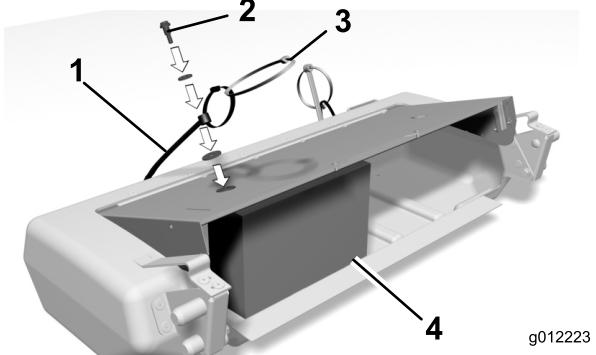

Figura 12
1. Rimuovete le rondelle e i dadi forniti in dotazione e situati sui bulloni a staffa (Figura 12).
2. Utilizzando le fascette per cavi sulle cinghie come maniglie, tirate ciascuna cinghia fino a quando può essere fissata alla parte superiore del cesto con (2) rondelle e un dado di bloccaggio (Figura 12). Posizionate una rondella su ogni lato della parte superiore del cesto.
Nota: Per facilitare l'installazione delle cinghie, posizionate un blocco di legno da 8 x 4 poll. (Figura 12) all'interno del cesto per sollevare e supportare la parte superiore del cesto.